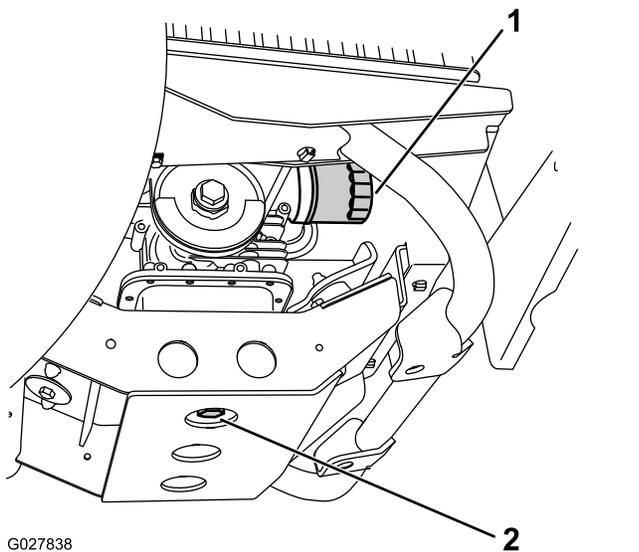

Рисунок 37
5. Установите сливной поддон емкостью не менее 1,6 л под пробку сливного отверстия (Рисунок 37).
6. Снимите пробку сливного отверстия (Рисунок 37).
7. Установите пробку сливного отверстия и уплотнение (Рисунок 37) и затяните пробку с моментом 45–53 Н·м.
2. Снимите имеющийся масляный фильтр (Рисунок 37).
4. Установите новый фильтр на переходник фильтра так, чтобы прокладка коснулась монтажной пластины, затем затяните фильтр еще на 1/2 – 3/4 оборота (Рисунок 37).